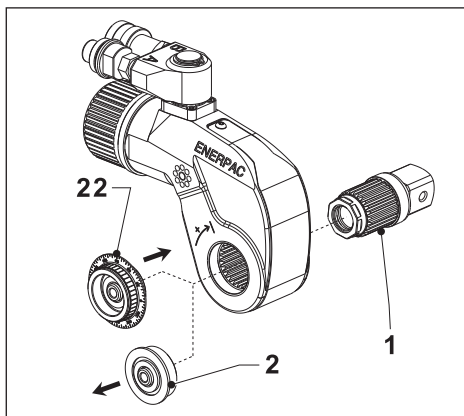

Fig. 13
4.3.5 Utilisation de l'indicateur de l'angle de virage (fig. 13, 14 et 15)